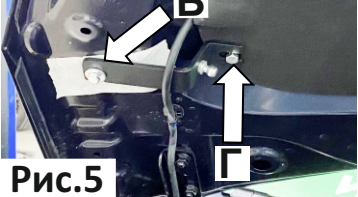

Рис.5
7. Затянуть болты торцевой головкой №10 с усилием 9 Нм. (Рис. 5).